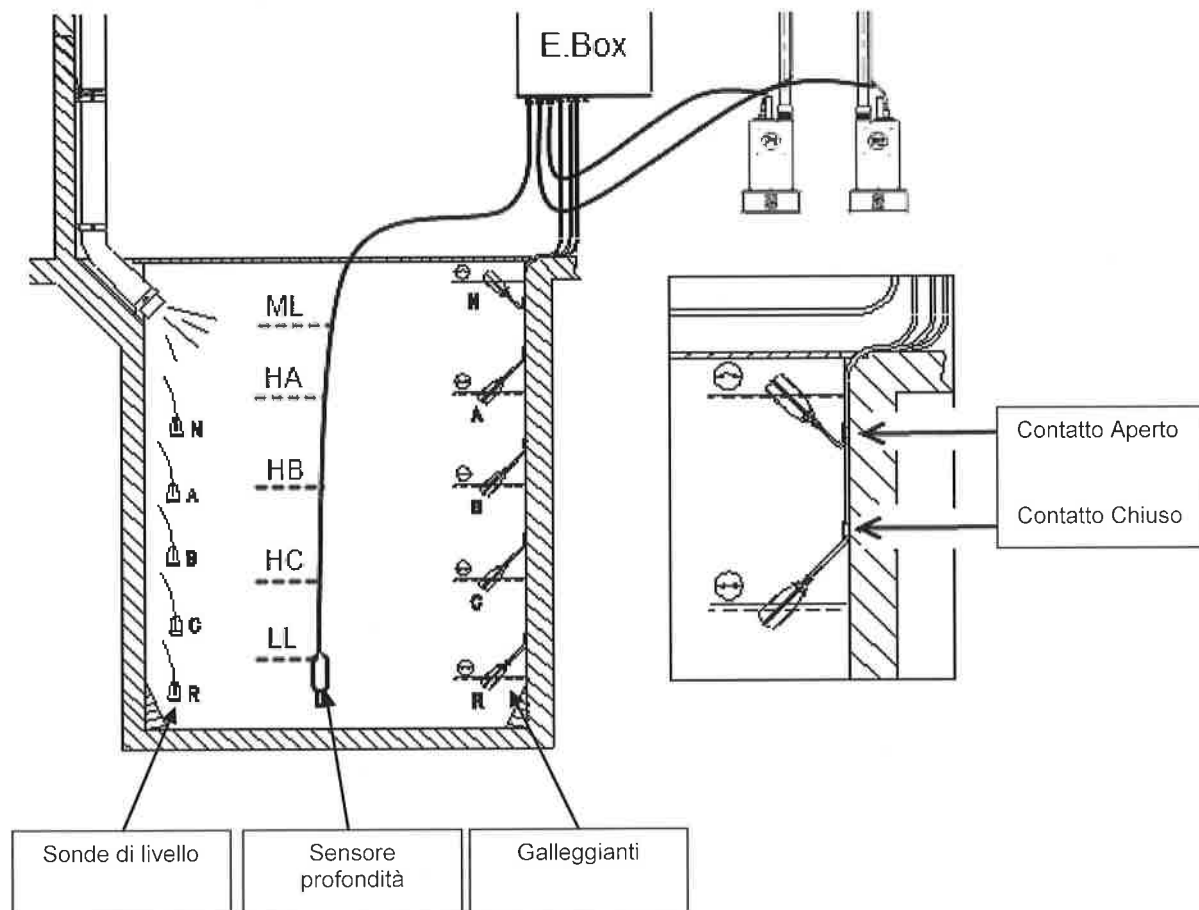
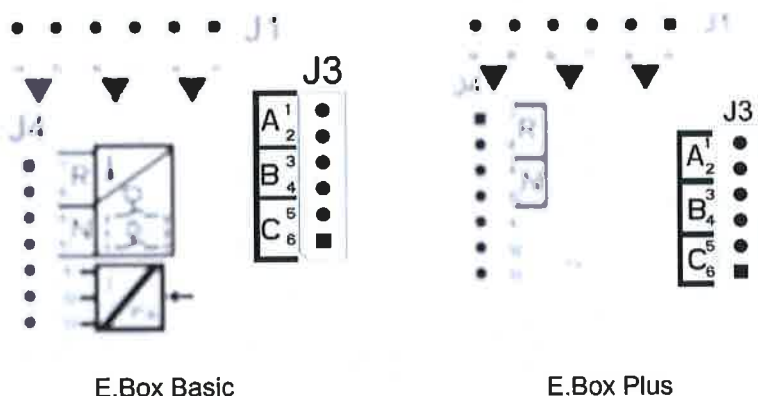

Figura 19: Schema ingressi sistema di riempimento
Figura 22: Ingressi
- Usare galleggianti per riempimento, contatto chiuso a livello acqua basso, vedi Figura 19 Schema ingressi sistema di riempimento.
- **Sistema a 2 galleggianti:** in questo caso vanno utilizzati gli ingressi B e C (A non deve essere usato). I galleggianti nella vasca vanno posizionati come in Figura 19. Per l'installazione elettrica vedere Figura 22.
- **Sistema con 2 sonde di livello:** in questo caso vanno utilizzati gli ingressi B e C (A non deve essere ponticellato). Le sonde di livello nella vasca vanno posizionate come in Figura 19. Per l'installazione elettrica vedere Figura 22.
- **Sistema a 3 galleggianti o sonde di livello:** in questo caso vanno utilizzati gli ingressi A, B e C. I galleggianti o sonde di livello vanno posizionate come in Figura 19. Per l'installazione elettrica vedere Figura 22.